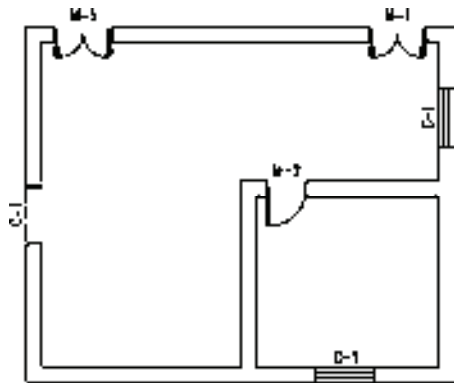

图 5-97 设置门编号
7) 按〈Enter〉键, 即可完成门编号的设置, 结果如图 5-97 所示。